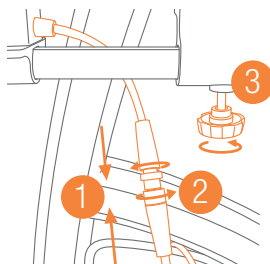

Figure 5: Connectez (1 & 2) et serrez (3) le contrôleur.
- b. Reconnectez le câble et serrez la manette en tournant le bouton (**Figure 5**).